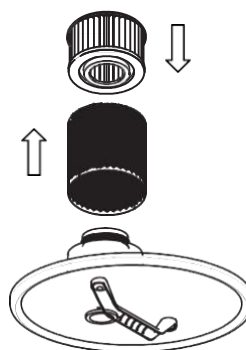

Abb. 2
- 2) Setzen Sie den Filter (4) in das Filtergehäuse (3) ein (**Abb. 2**).
- 3) Drehen Sie den Filter (4) oder das Filtergehäuse (3) im Uhrzeigersinn, bis sie festsitzen.